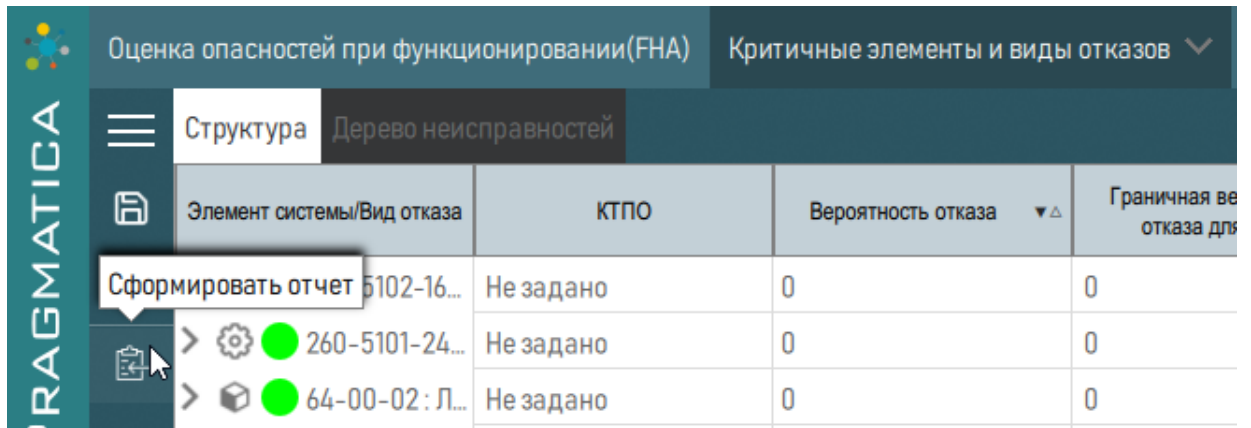

Рисунок 273 – Формирование отчета перечня элементов и отказов
- 1) Нажать кнопку  «Сформировать отчет», расположенную слева на панели (рисунок 273).